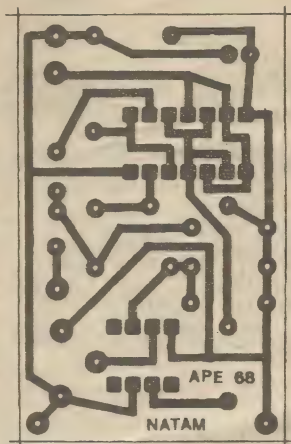

Fig.2
- FIG. 2 - LAY OUT DO CIRCUITO IMPRESSO ESPECÍFICO
dos, a referência posicional é dada pela extremidade marcada... Os diodos tem sua orientação definida pela marca na extremidade de **catodo** (uma faixa ou anel em cor contrastante...). Finalmente, o capacitor eletrolítico tem a polaridade de seus terminais demarcada no próprio *corpo* do componente, lembrando ainda que a *perna positiva* costuma ser a *mais longa*... Ao final, tudo deve ser reconferido, aproveitando-se para verificar a qualidade dos pontos de solda pela face cobreada (o outro lado da placa, originalmente visto na **FIG. 2**), corrigindo-se eventuais erros, falhas, lapsos ou *corrimentos*, antes de cortar as sobras dos terminais, passando então à fase das conexões externas...